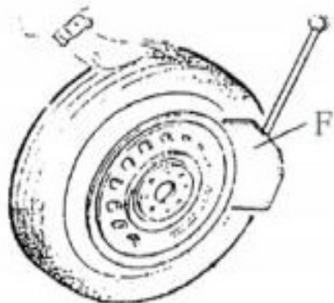

Fig. 5
Sjekk at det ikke er luft i dekket. Plasser dekket mot gummiputen (S). Trykk vulstpressen (F) mot vulsten, ca. 10 mm fra felgkanten (Fig. 5). Trykk på pedalen til vulstpressen (U) for å trykke pressen på dekket. Gjenta den samme fremgangsmåten på flere punkter rundt dekket og på begge sider, for å løsne vulsten fra felgen.